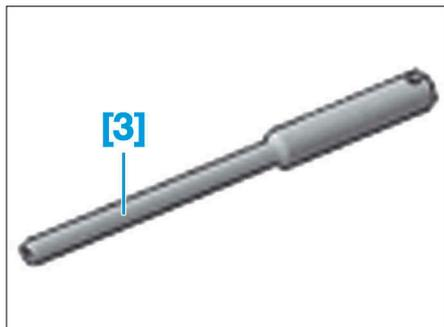

FIG. 3
- [3]. Pige de calage du vilebrequin (Fig.3).